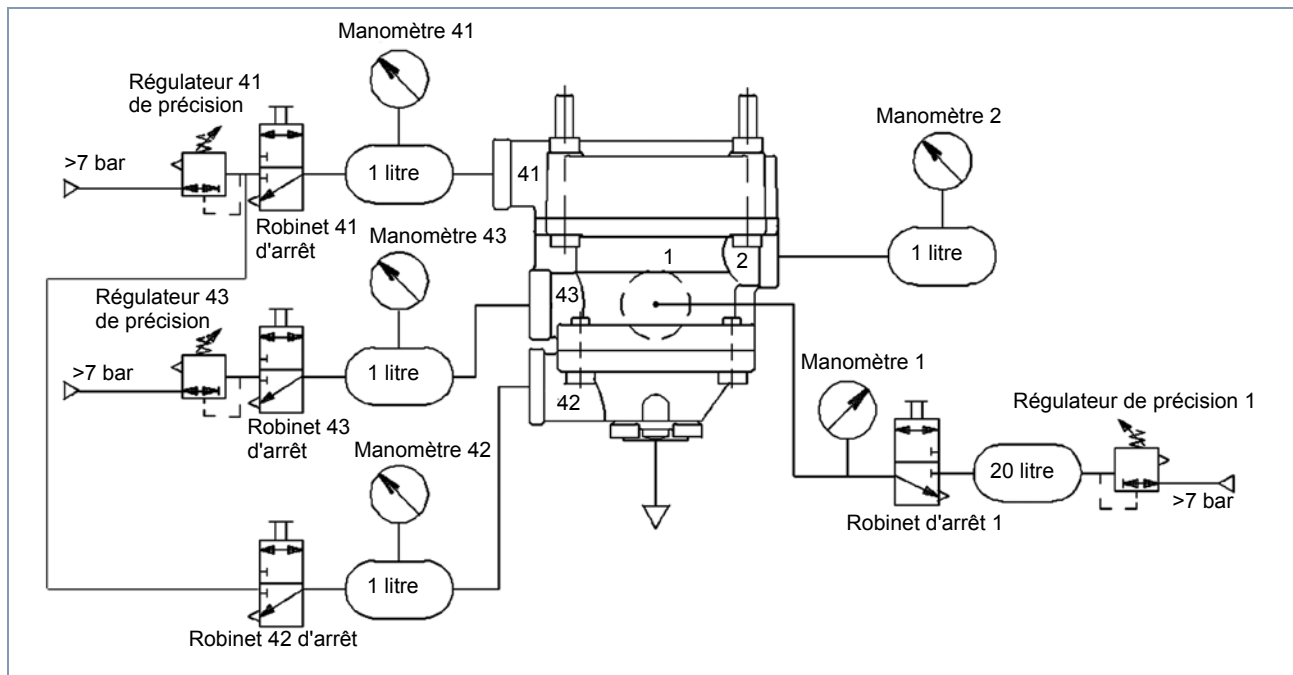

Fig. 3 Schéma de contrôle
- Banc d'essai 435 197 000 0 ou un dispositif de contrôle adapté (voir fig. 3)
i Si aucun banc d'essai 435 197 000 0 n'est disponible, contrôler l'appareil selon le schéma suivant (voir fig. 3).